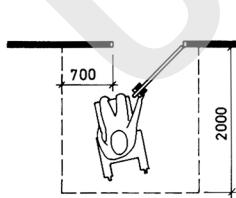

Fig. 111
- 111 Reposet foran døren bør være så stort at det i tillegg til dørens slagretning utad gir plass for en ventende person. Der det er mulig, bør det også være plass for en bevegelseshemmet å kunne svinge med rullestol under åpning og lukking av døren, se fig. 111.